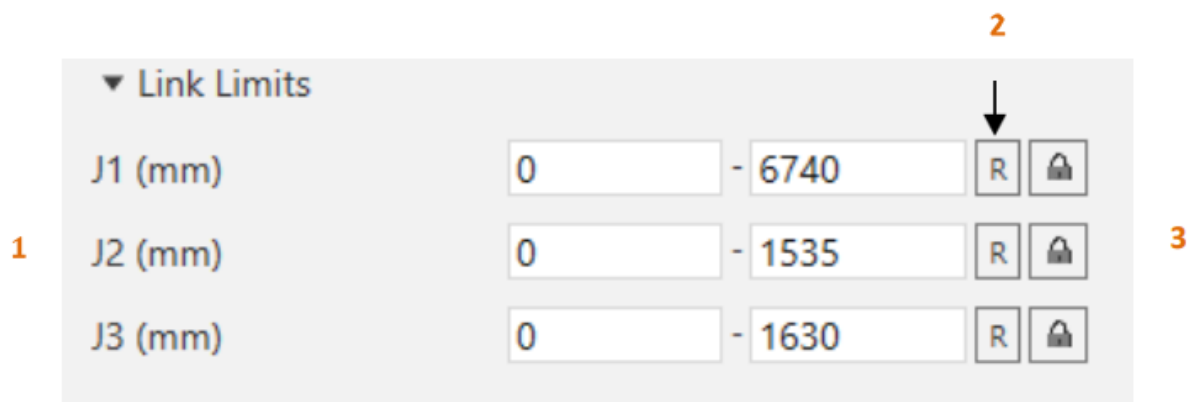

Рисунок 30 – Link Limits
– **Link Limits (Предельные значения, рис.30)**